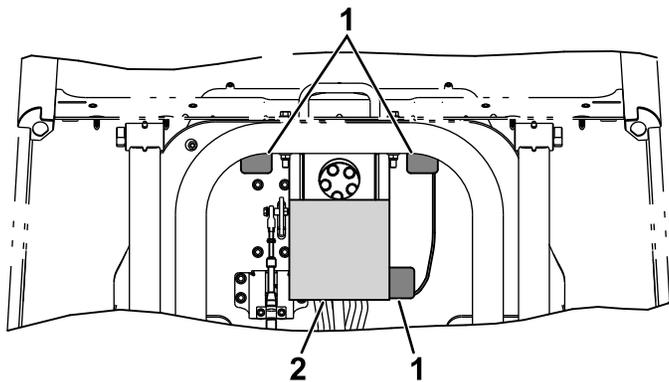

Bild 6
6. Entfernen Sie die Trägerfolie und bringen Sie die Lenkungsdämmung an (**Bild 6**).
7. Entfernen Sie die Trägerfolie und bringen Sie die drei Dämmungen der Montagelampe über den Löchern in der Bodenwanne an (**Bild 6**).